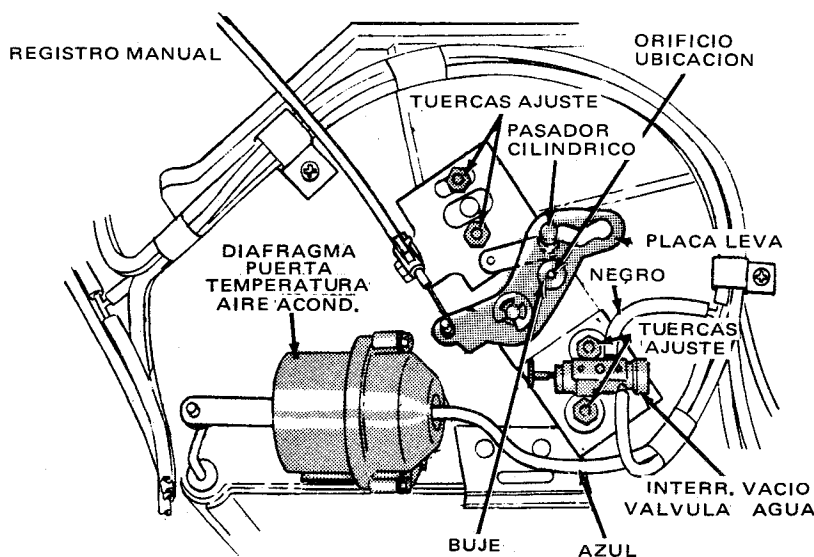

FIG. 13 - Soportes de Cables de Control de Puerta
- 3- Afloje las dos tuercas de ajuste del soporte de montaje (Fig. 13).
- 4- Introduzca un pasador de 1/8" en el orificio de ubicación de la placa de la leva (Fig. 13) y hacia abajo en el orificio del buje de la placa de montaje.